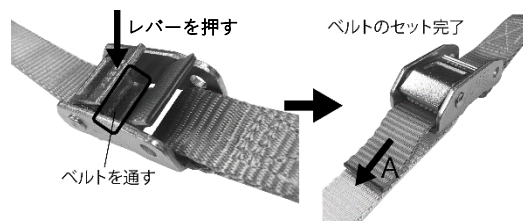

図5
- ③ カムバックルのレバーを押しながら、□部にベルトを通して下さい（図5参照）。
- ④ ベルトのセットが完了すると、片手でカムバックルを持ちながら、片手で矢印のA方向にベルトを引き対象物へベルト荷締機を締め付けて下さい。ベルトの引き加減で締め付けを調整して下さい（図5参照）。